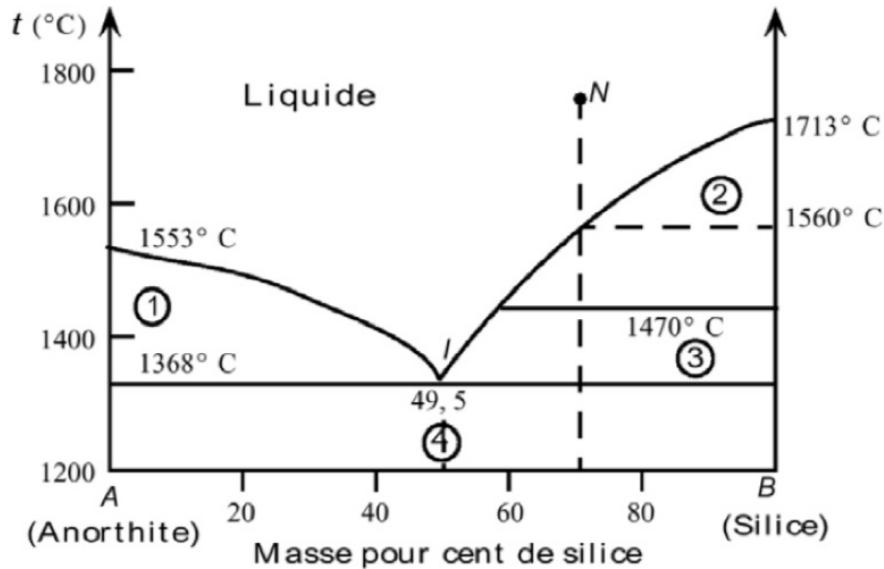

FIGURE 2: Diagramme binaire anorthite - silice (en fraction massique de silice)
L'anorthite est un silicate de formule : $[2 \text{SiO}_2, \text{CaO}, \text{Al}_2\text{O}_3]$ et la silice a pour formule SiO_2 . Le diagramme binaire solide - liquide correspondant est donné FIGURE 2. La silice présente ici deux variétés allotropiques (i.e. deux variétés avec des arrangements cristallins différents) : la trydimite si la température est inférieure à 1470°C et la cristobalite si la température est supérieure à 1470°C .
14. Comment interpréter la présence du segment horizontal à 1470°C sur la FIGURE 2 ?